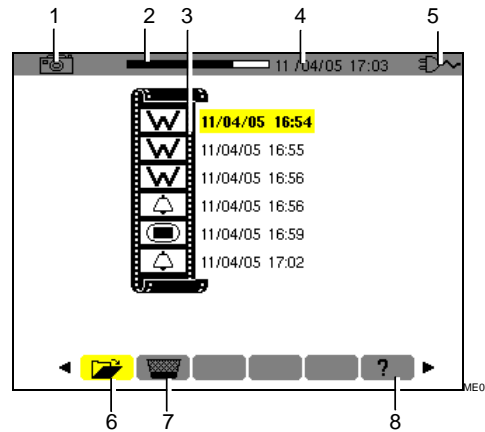

Figura 41: esempio di visualizzazione di una lista di fotografie di schermo.
Il display presenta la lista delle fotografie di schermo registrate (Figura 41).
1. Quando lo schermo della lista delle fotografie di schermi è visualizzato (Figura 41), verificare che il sottomenù  (parte inferiore dello schermo) sia selezionato.
4. Ritornare alla lista delle fotografie di schermi (Figura 41) mediante ←.
1. Una volta visualizzato lo schermo della lista delle fotografie di schermi (Figura 41), selezionare il sottomenù  (parte inferiore dello schermo) mediante ◀▶.